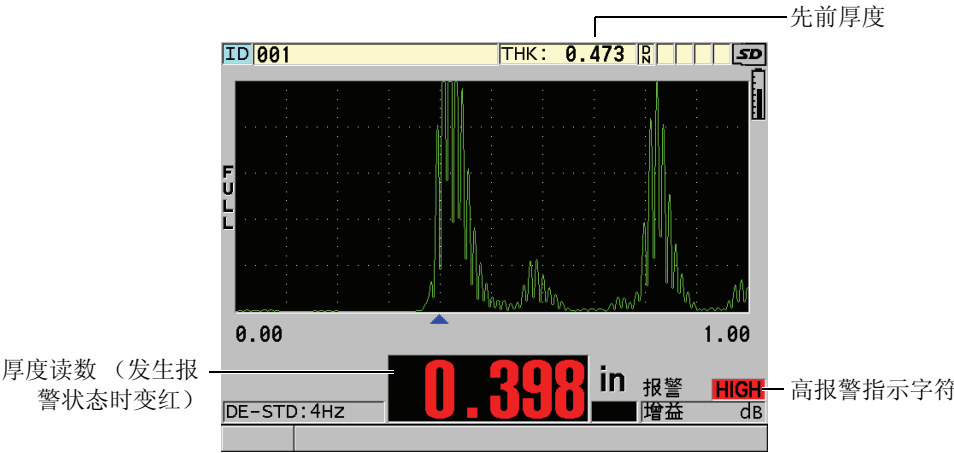

图 8-4 高报警指示字符示例
- 在测量屏幕的右下角，出现闪烁的 **HIGH**（高）或 **LOW**（低）报警指示字符，字符的背景为红色（参见第 98 页的图 8-4）。